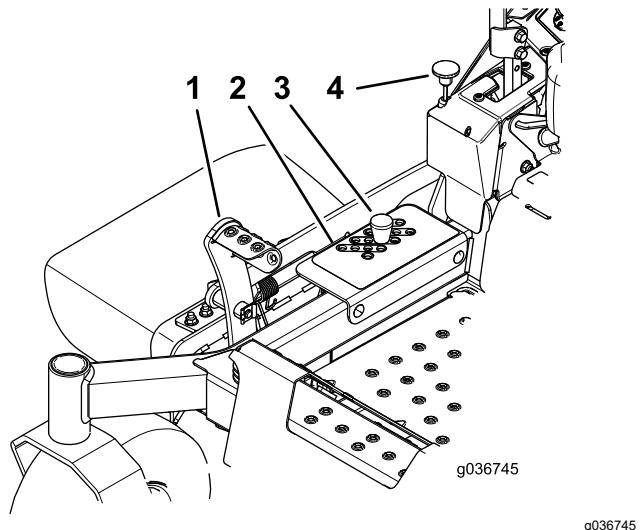

Figura 29
2. Empurre o pedal de elevação da plataforma com o pé e suba a plataforma de corte até à posição de TRANSPORTE (bem como a posição da altura de corte de 127 mm) como mostra a Figura 29.
3. Remova o pino do suporte da altura de corte (Figura 29).
4. Selecione um orifício, no suporte da altura de corte, que corresponda à altura de corte desejada e insira o pino (Figura 29).